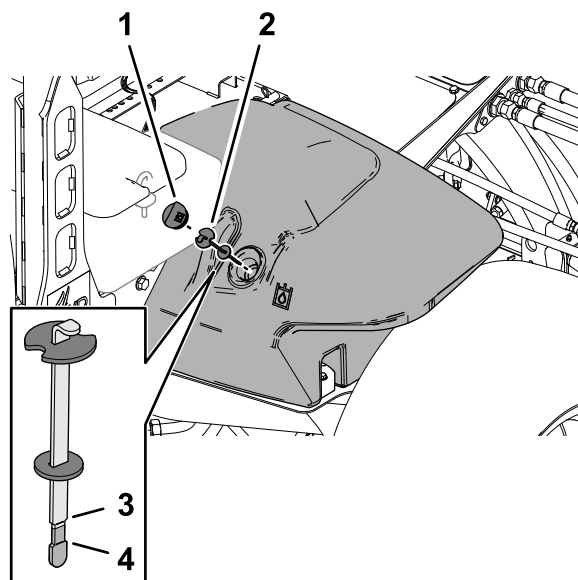

Figura 162
2. Curățați zona din jurul gâtului buonului și a capacului rezervorului de ulei hidraulic (Figura 162).